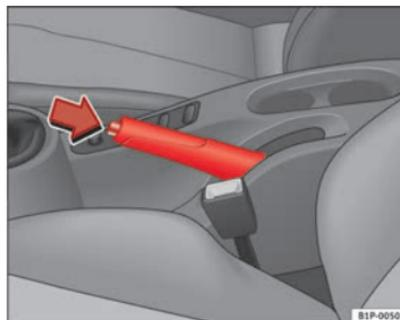

Fig. 129 Travão de mão entre os bancos dianteiros
- Puxe com força para cima a alavanca do travão de mão ⇒ Fig. 129.
- Puxar a alavanca um pouco para cima, premir o botão de desbloqueio no sentido da seta ⇒ Fig. 129 e fazer descer completamente a alavanca ⇒ △. ▶